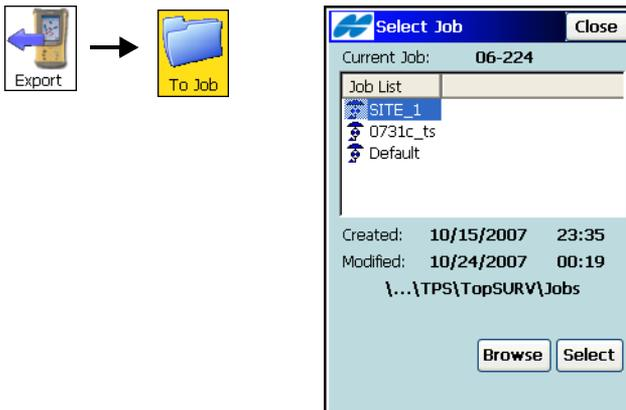

Abbildung 5-19. Projekt wählen
1. Wählen Sie **Export ▶ zu Projekt**. Markieren Sie im Fenster **Projekt wählen** das Zielprojekt für den Export und tippen Sie auf **Wählen**. Falls das gewünschte Projekt in der Liste nicht aufgeführt wird, wählen Sie **Suchen**. Wählen Sie das Projekt dann auf dem Datenträger aus (Abbildung 5-19).